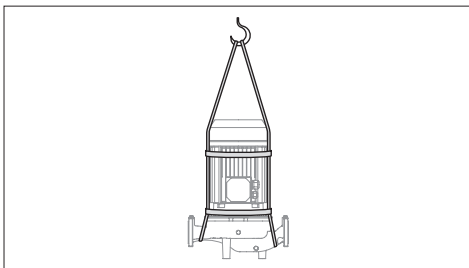

FIG. 1: Ridicarea pompelor 3E folosind un cablu
ATENȚIE! PENTRU A RIDICA SAU A MUTA MOTOPOMPA, FOLOSIȚI UN CABLU ADECVAT GREUȚĂȚII ACESTEIA, FĂRĂ A O ÎNCLINA PREA MULT (FIG. 1);
- Scoateți bulonul dintre carcasa pompei și suportul motorului și pur și simplu scoateți axial motorul. La ridicarea/mutarea pompei, utilizați orice fel de palan adecvat. (FIG. 1)